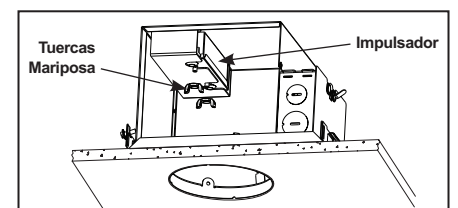

Figura 11
Paso 4. Afloje las tuercas mariposa y deslice el impulsador fuera del soporte de montaje. Quite de la carcasa. (Figura 11)
Paso 3. Quite las tuercas mariposa que sujetan el impulsador a la carcasa. Pase el impulsador (con los alambres conectados) a través del agujero en el techo. (Figura 11)